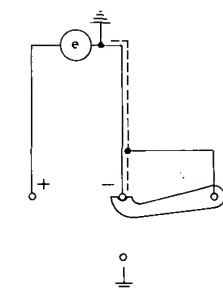

Fig. 4b.
2. Lorsque la source de tension présente le même niveau que le blindage; la borne négative de l'enregistreur peut être connectée à la borne "GUARD" par la barrette rabattable (Fig. 4b, page 26).